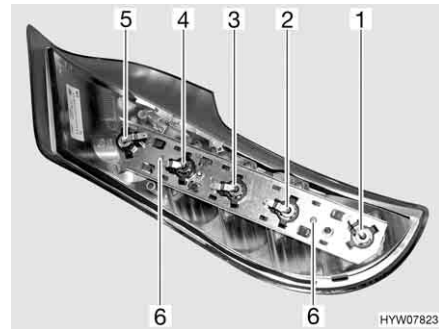

Fig. 123 Luci posteriori (lato posteriore)
- Svitare le due viti Torx (Fig. 123,6) del listello di supporto poste sul lato posteriore dell'involucro.